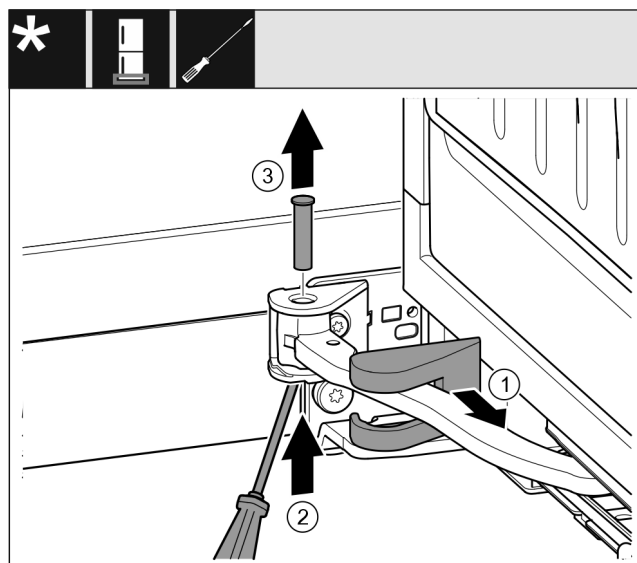

Fig. 17
► 卸下托架盖 Fig. 17 (1)并沿着铰链移动。
► 将螺栓 Fig. 17 (2)用螺丝刀从下方提起。
► 从上方拉出螺栓 Fig. 17 (3)。